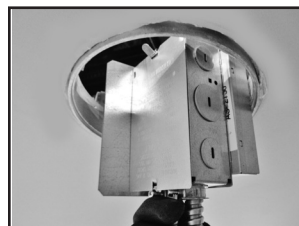

Figure 21.
5. Installez le circuit de sortie de manière à ce qu'il passe à travers le plafond et par l'ouverture du boîtier (Figure 21).